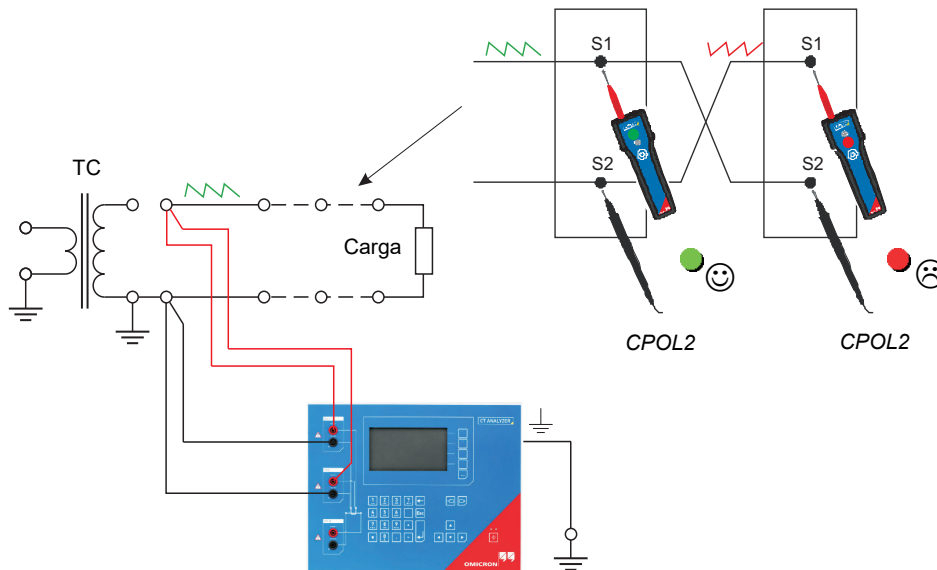

Figura 10-8: Exemplo de conexões para verificação de polaridade
1. Certifique-se de que a fiação a ser verificada esteja desconectada do lado não aterrado do TC (consulte Figura 10-8).
2. Conecte os soquetes OUTPUT e a entrada SEC do *CT Analyzer* às conexões a serem verificadas (consulte a Figura 10-8).
7. Use o verificador de polaridade *CPOL2* para verificar a polaridade das conexões (consulte Figura 10-8).